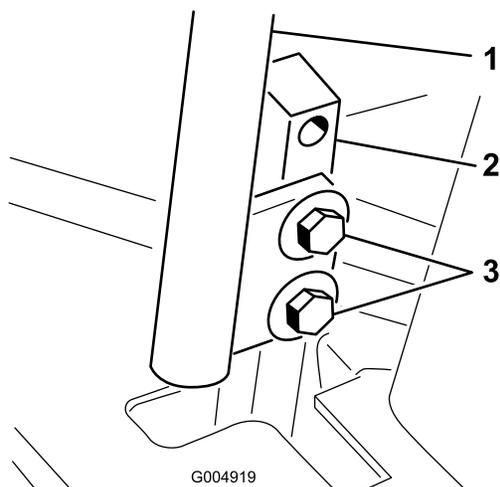

Figura 56
3. Solte os parafusos que prendem as alavancas de controlo (Figura 56).